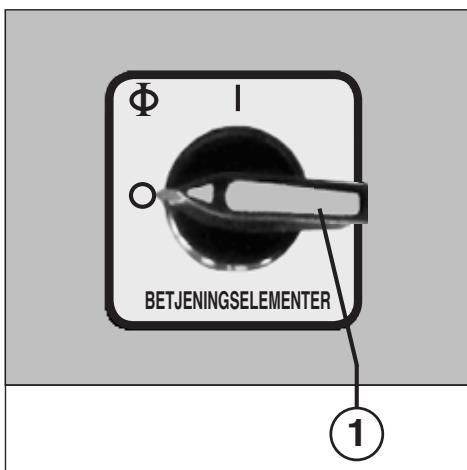

Fig. 1
BETJENINGSELEMENTER (fig. 1, 2 og 4):
- 1 = **Hovedafbryder (nødstop) (fig. 1)**